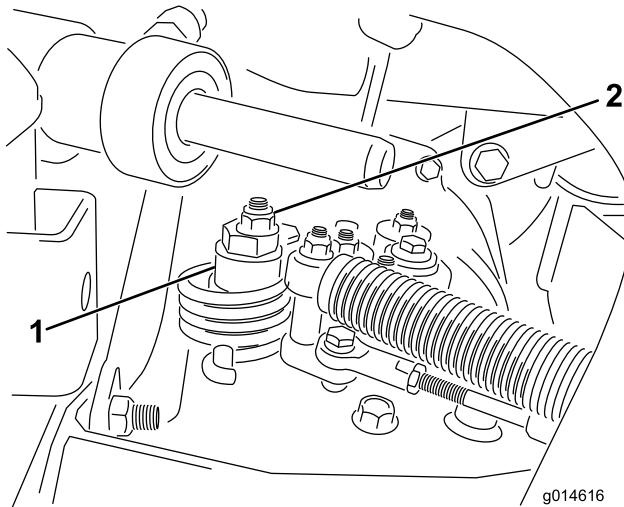

図47
- 偏芯ナットをハイドロスタット上部に止めているナットをゆるめる（図47）。
- どちらにも車輪が回らないように偏芯ナットを回して調整する。調整ができたら固定ナットを締める（図47）。スロットル Slow およびFast 位置で調整が正しいことを確認する。